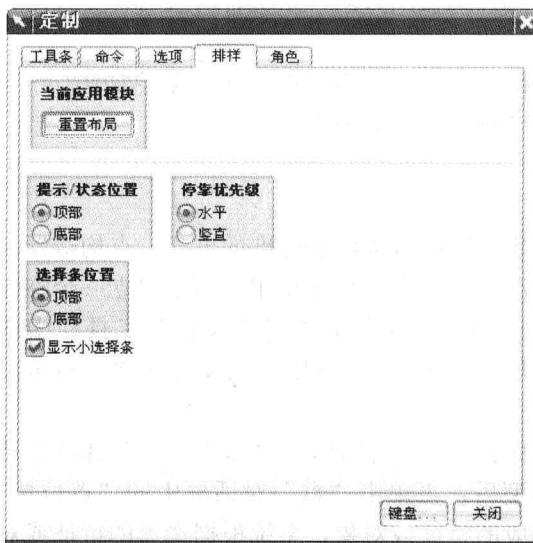

图 1-13 “排样”选项页
(2) 设置提示行和状态行的位置。在图 1-10 所示“定制”对话框中选择“排样”选项页，如图 1-13 所示。“提示/状态位置”选项用来设置提示栏和状态栏的停靠位置，默认选项为“顶部”，即提示栏和状态栏位于用户界面的顶部。